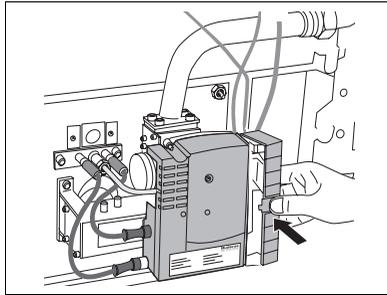

Abb. 2 Abdeckkappe abnehmen
- Seitliche Abdeckkappe des Gasfeuerungsautomaten entsprechend Abb. 2 mit dem Daumen eindrücken, nach hinten schwenken und abnehmen.